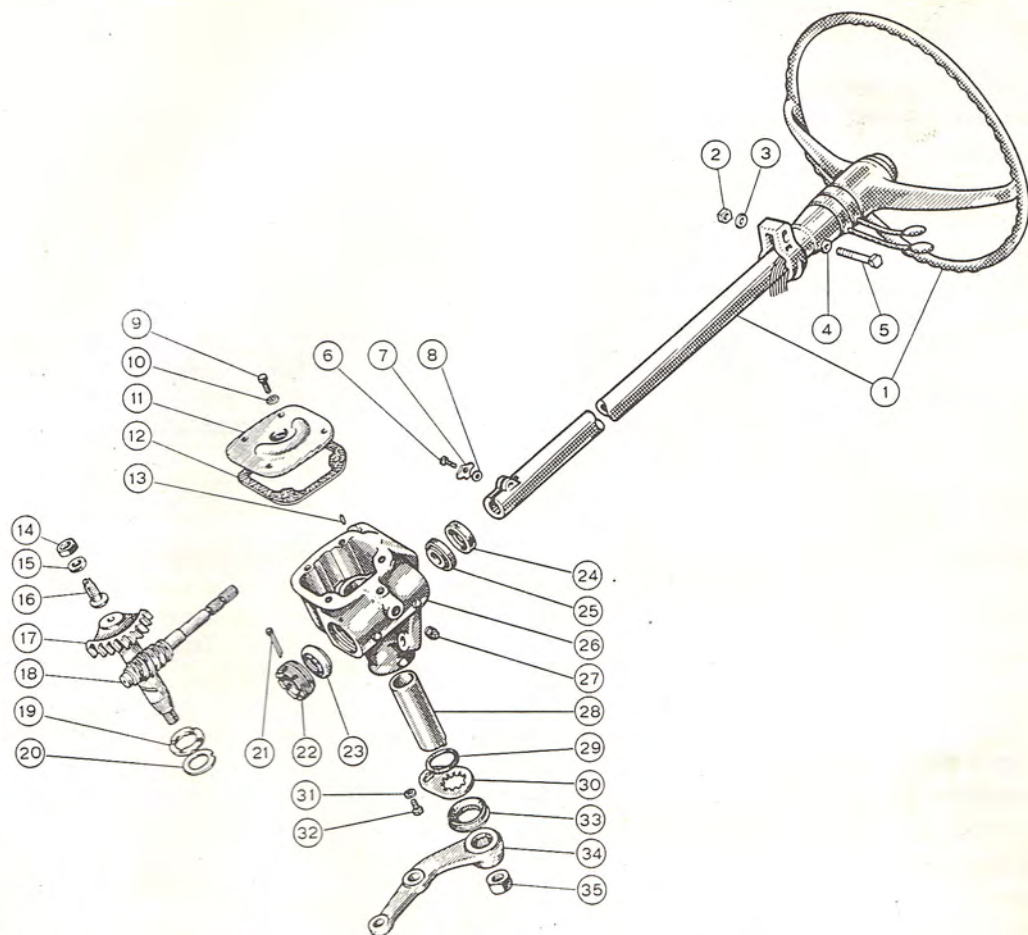

Fig. 49. Styrehusets enkeltdele.
Sektorakslen hviler i en ekscenterbøsning, som – ved hjælp af en justerplade (30) i fig. 49 – kan drejes til indstilling af spillerummet mellem sektor og snække. Spillerummet mellem sektoraksel og ekscenterbøsning skal være 0–0,042 mm. Er bøsningen så slidt, at spillerummet overstiger 0,10 mm, må bøsningen udskiftes.